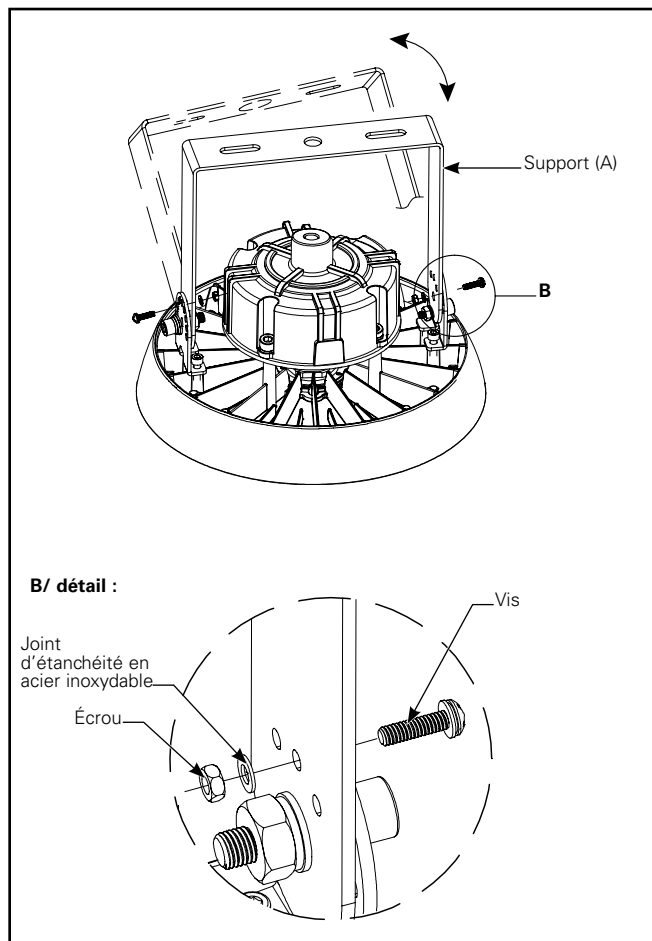

Figure 12.
3. Ajustez l'angle du support (A) puis fixez en place (Figure 12).